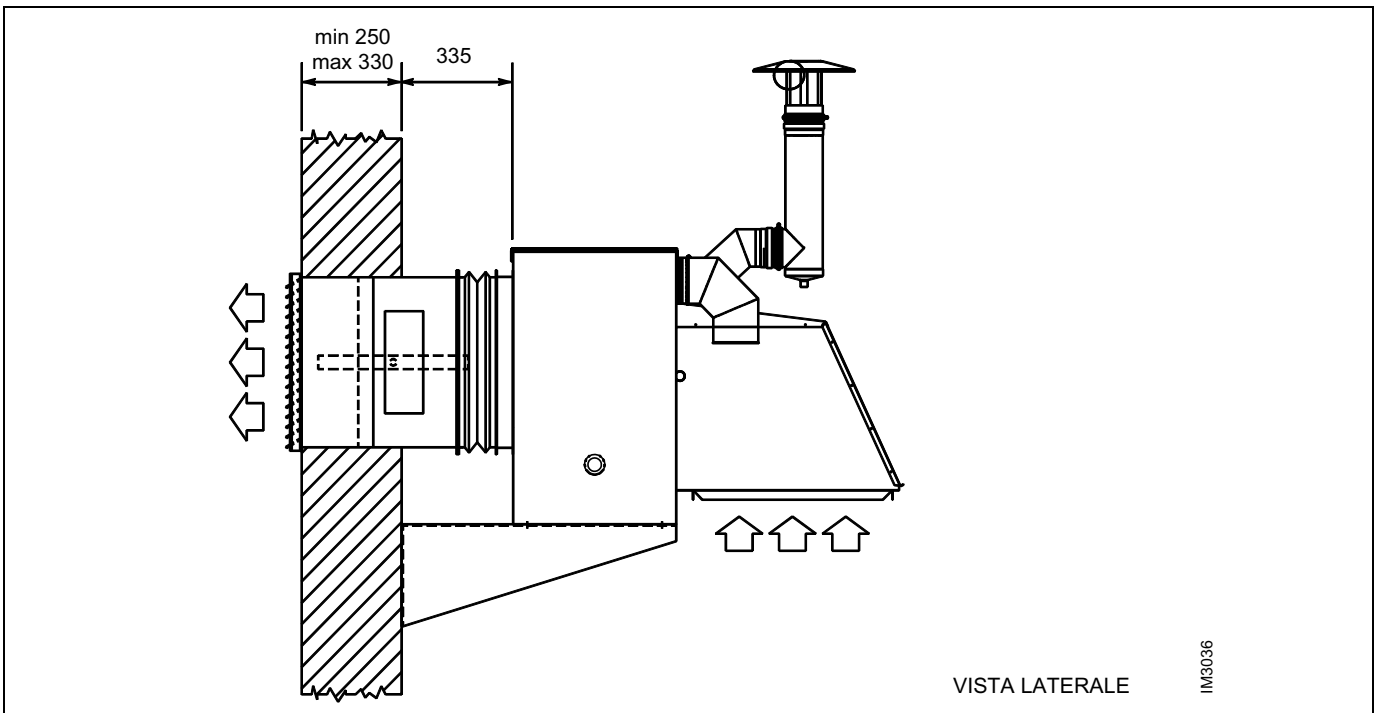

Figura 9 – DIMENSION MINIMALE ET MAXIMALE MUR
- M) Positionner un joint antivibratoire entre le rideau coup feu et la grille refoulement air. La Figura 9 indique la dimension minimale et la dimension maximale que le mur doit avoir si on installe la grille refoulement air, rideau coup feu sans ajouter d'autres gaines.
ROBUR S.p.A. fournit des supports faciles à installer, prévues exprès pour les aérothermes M XT. Si on ne veut pas utiliser ces accessoires, il faut se référer au schéma ci dessous où il est indiqué la dimension idéale du support; en alternative il faut se référer à la Figura 9 de laquelle on peut connaître la distance minimale nécessaire (315 mm) et la distance maximale possible (370 mm) entre l'aérotherme et le mur. Pour le fixation de l'appareil sur les supports, bloquer le support même avec 4 boulons M10.